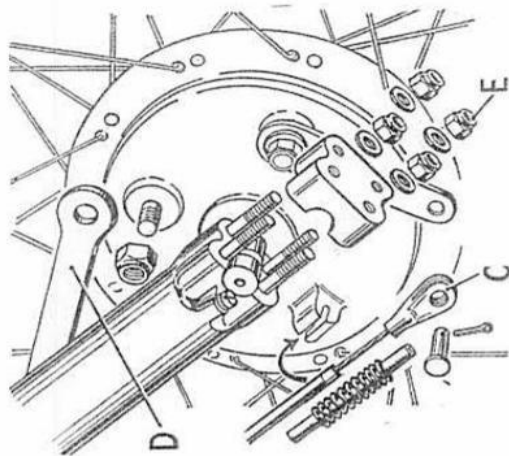

Fig. 28.
Desserrer le câble de frein autant que possible au moyen du dispositif de réglage au levier situé sur le guidon et extraire la cheville de pivotement de la chape (C) Fig. 28. Extraire le câble extérieur de son logement sur la plaque de couverture du frein pour libérer le câble complètement. Détacher le bras de couple (D). Extraire les chapeaux d'extrémité du pied de fourche (E) pour déposer la roue et, pendant que l'on dévisse les écrous, supporter la roue pour éviter d'endommager les filetages des goujons.